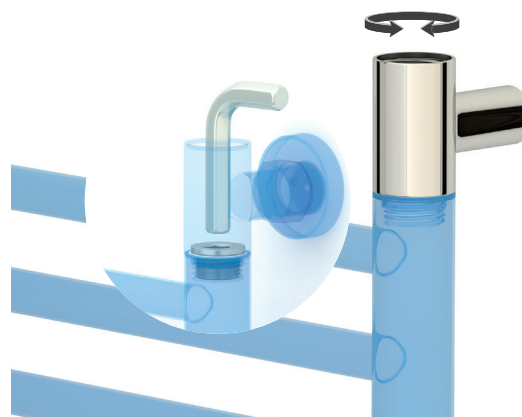

Рис. 1
1.1. Установить глухие углы, используя фторопластовые прокладки и штуцеры для коллекторов (рис. 1).